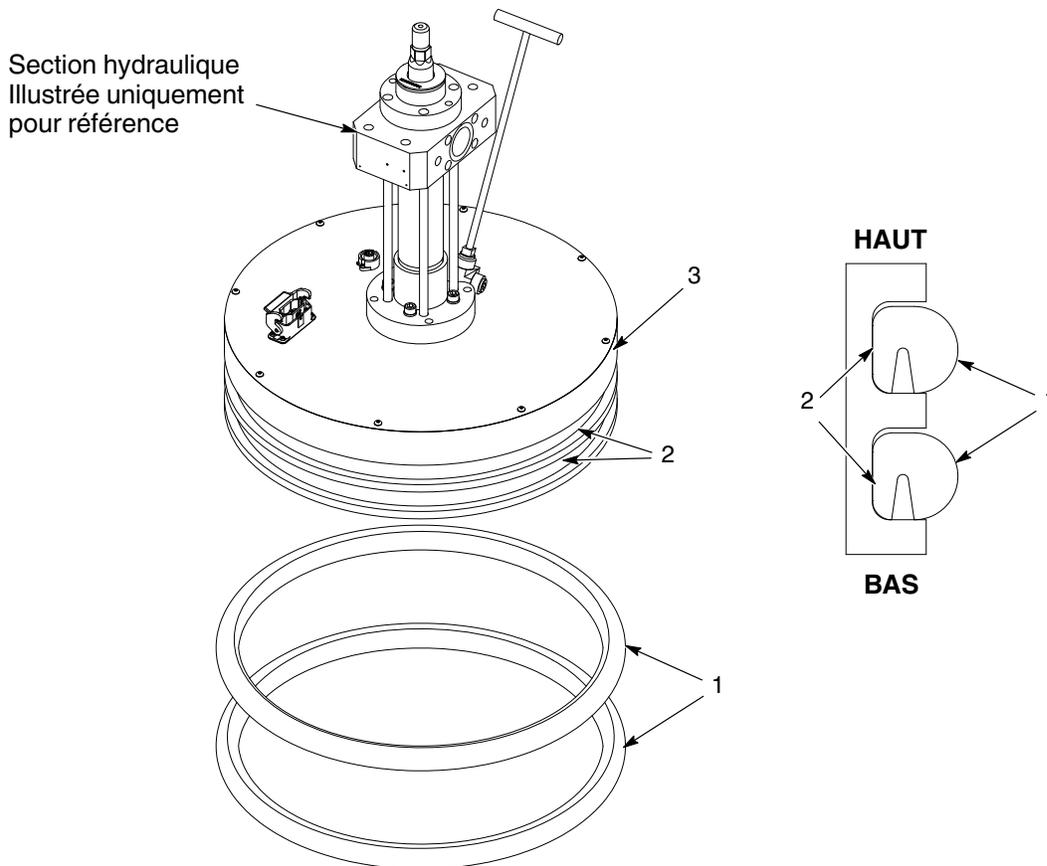

Figure 7 Remplacement du joint d'étanchéité du plateau suiveur
Voir la Figure 7.
4. Utiliser des tournevis de grande taille ou des démonte-pneus insérés derrière les joints d'étanchéité du plateau suiveur (1) pour les écarter des rainures (2) du plateau suiveur et les extraire du plateau suiveur (3).
5. Nettoyer les rainures (2) du plateau suiveur et en éliminer tout corps étranger.
6. Poser les joints d'étanchéité neufs (1) sur le plateau suiveur comme illustré à la Figure 7 aide de tournevis de grande taille ou de démonte-pneus.
7. Appliquer du lubrifiant Mobil SHC 100 sur les joints toriques (1) du plateau suiveur.